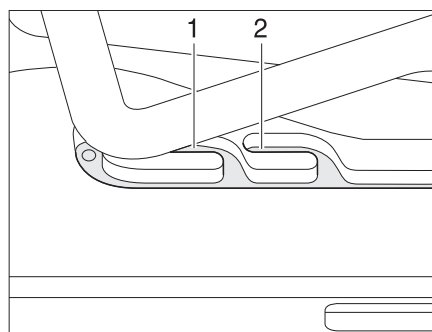
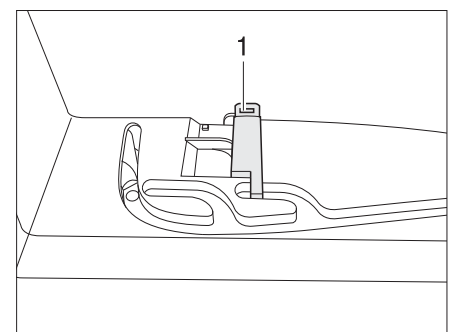

Bild 31 Kipp-Dachhaube in Lüftungsstellung
Bild 32 Verriegelung in Lüftungsstellung
**Lüftungsstellung** Die Kipp-Dachhaube kann in zwei Lüftungsstellungen gebracht werden: Schlechtwetterstellung (Bild 31,1) und Mittelstellung (Bild 31,2). Je nach Modell kann die Dachhaube in der Mittelstellung mit dem Riegel (Bild 32,1) verriegelt werden.
- Den Bügel leicht nach oben drücken und in die gewählte Führung (Bild 31,1 oder 2) schieben und ggf. verriegeln.